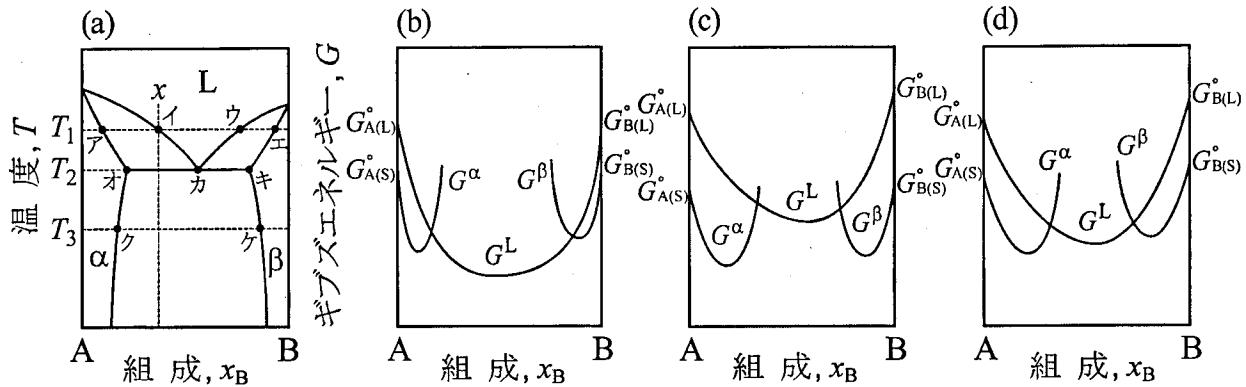

図6-1 (a) A-B二元系状態図, (b)～(d) ギブズエネルギーの模式図
A-B二元系の平衡状態図の一例を図6-1(a)に示す。図中のLは液相、 α および β は固相を表し、ア～ケは各点の組成を表す。図6-1(b), (c), (d)は、ある温度におけるギブズエネルギーと組成 x_B の関係を示す模式図である。ここで、例えば G^α は α 相のギブズエネルギー、 $G_{A(L)}^\circ$ と $G_{A(S)}^\circ$ はそれぞれ液相と固相における成分Aの標準ギブズエネルギーである。
問1. 図6-1(a)の状態図に存在する不变系反応の(1)名称、(2)反応式、(3)温度を記せ。さらに、ギブズの相律に基づいて、(4)自由度 f を成分の数 c と相の数 p を用いて表せ。ただし、凝縮系を対象として、温度と濃度のみを扱い、圧力は除外する。
問2. 図6-1(a)の状態図において組成 x の合金を液相から準静的に冷却する。
問3. 図6-1(b), (c), (d)は、 T_1 , T_2 , T_3 のいずれかの温度におけるギブズエネルギーの模式図である。
(1) 図6-1の(b), (c), (d)に対応する温度を解答用紙の模式図上の枠内に T_1 , T_2 , T_3 で記入せよ。
(2) T_1 , T_2 , T_3 それぞれの温度に対して、平衡する各相の組成をギブズエネルギーの模式図(解答用紙)上で作図によって求め、それらの組成に対応する点を●で示せ。また、求めた点の組成を図6-1(a)中の記号ア～ケで記せ。作図には、定規は用いないこと。
(3) 温度 T_3 について、(2)で求めた平衡組成の α 相における成分Aの化学ポテンシャル μ_A^α 、および平衡組成の β 相における成分Aの化学ポテンシャル μ_A^β を図中に示せ。